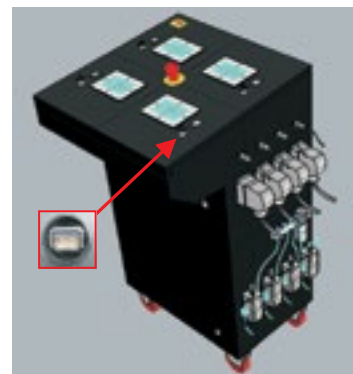

FIG. 1
7. Inserire la chiavetta USB nell'apposita sede del pannello (FIG. 1).